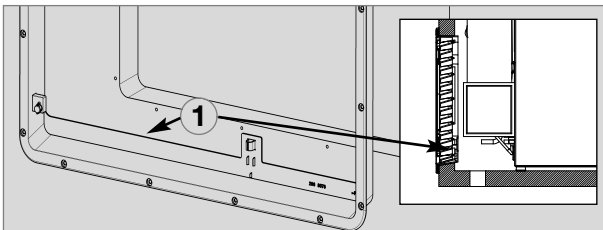

Abb. 17
- ① Lüftungsgitter LS 100 oder LS 200
- ② Lüftungsgitter LS 200
**Der Gasbrenner muss sich oberhalb der Kante (1, Abb. 17) befinden.**